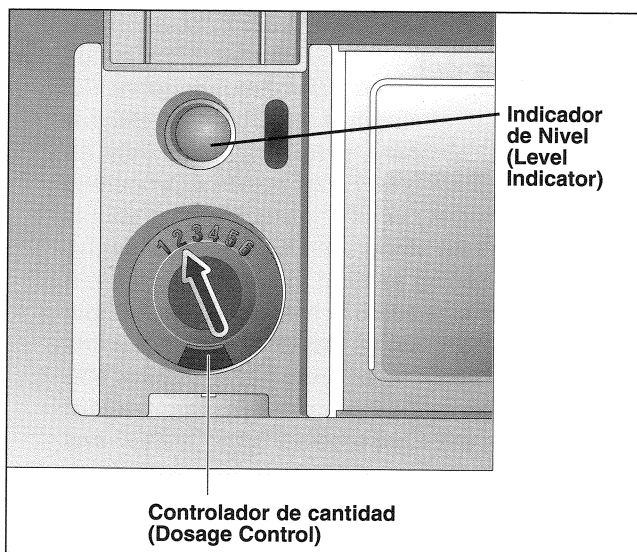

Figura 13.
El depósito de enjuague de la lavadora de platos BOSCH está provisto de un regulador calibrado de 1 a 6. Vea la figura 13. Este regulador controla la cantidad de enjuague que debe ser suministrado. La lavadora tiene un valor preajustado de 3.5. Este ha sido elegido como un promedio, sin embargo:
- Dele vuelta al indicador hasta la posición deseada (vea la figura 13).